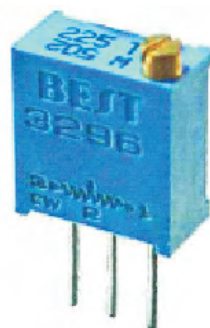

图 4.13 顶调精密多圈电位器
(5) 电阻器未标示功率的可选择1/8~1/4 W 插接封装形式。
(6) 3296W是可直接插入面包板的顶调精密多圈电位器（图4.13），也可选择同类封装的，但注意要“顶调”“多圈”，否则会造成调节操作困难。